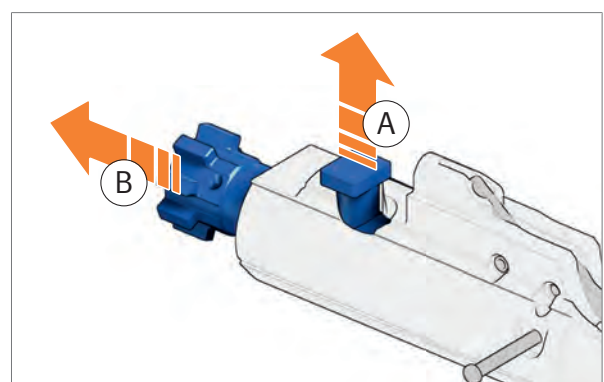

Abb. 99: Verschlusskopf entnehmen
7. Steuerbolzen aus dem Verschlusskopf ziehen (Abb. 99).
8. Verschlusskopf aus dem Verschlussträger ziehen (Abb. 99).